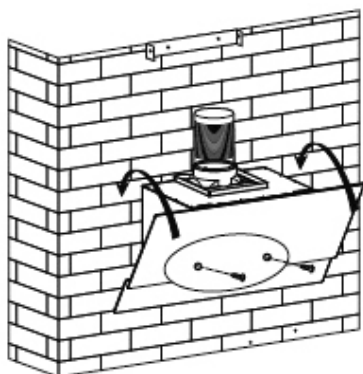

Imagen 5
5. Coloque la campana extractora en la pared en una posición fija; para ello, ajuste la posición de la campana y fíjela con tornillos (de seguridad). Consulte la Imagen 5.